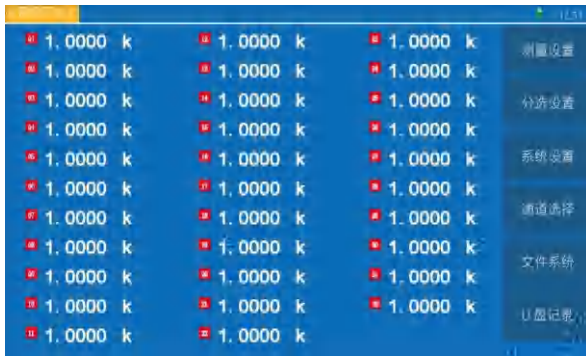

图4-1后端测量显示界面
<后端测量显示>界面显示的内容被划分成如下的显示区域。见图4-1后端测量显示界面所示。
**操作：**仪器开机后会自动进入<测量显示>界面；或在任意界面按下 [MEAS] 菜单键，<测量显示>页面也将显示在屏幕上。如图 4-1。